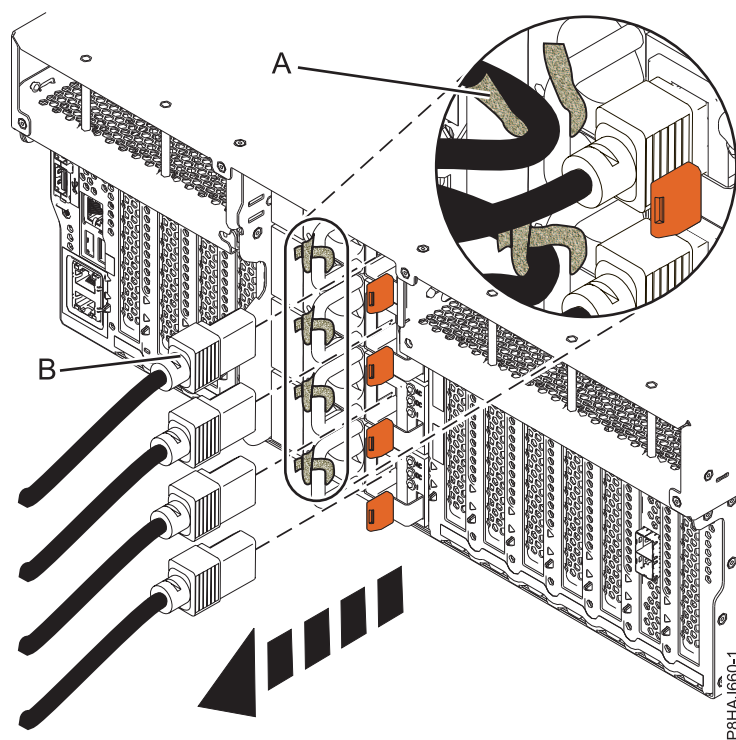
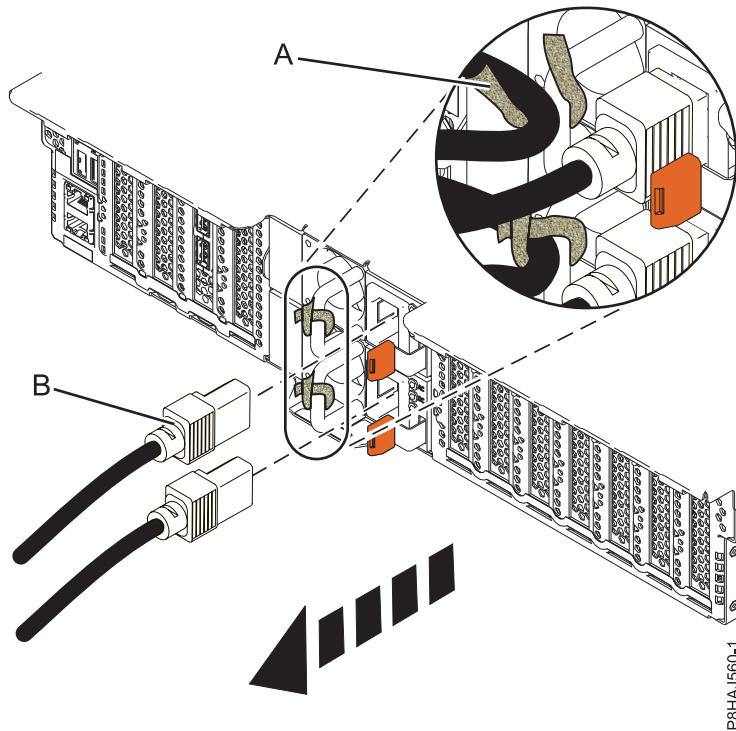
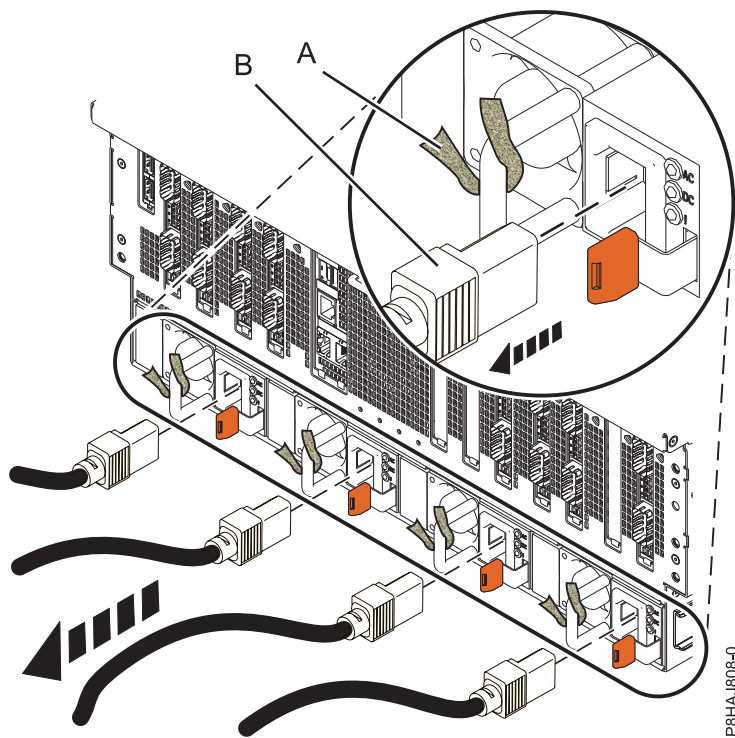

Figura 159. Extracció dels cables d'alimentació d'un sistema 8247-42L, 8286-41A o 8286-42A
Figura 160. Extracció dels cables d'alimentació d'un sistema 5148-21L, 5148-22L, 8247-21L, 8247-22L, 8284-21A, o 8284-22A
Figura 161. Extracció dels cables d'alimentació d'un sistema 8408-44E o 8408-E8E
3. Desconnecteu els cables d'alimentació (**B**) de la unitat del sistema. Consulteu Figura 159 a la pàgina 199, Figura 160 a la pàgina 199 o Figura 161 a la pàgina 200 depenent del tipus de sistema que tingueu.